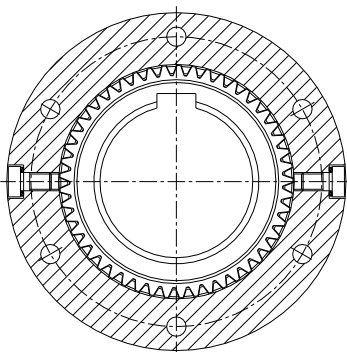

Bild 42: Horizontale Lage der Verschlusschrauben
- Drehen Sie die Kupplung, bis sich die Verschlusschrauben (Bauteil 7) in horizontaler Lage befinden (siehe Bild 42).